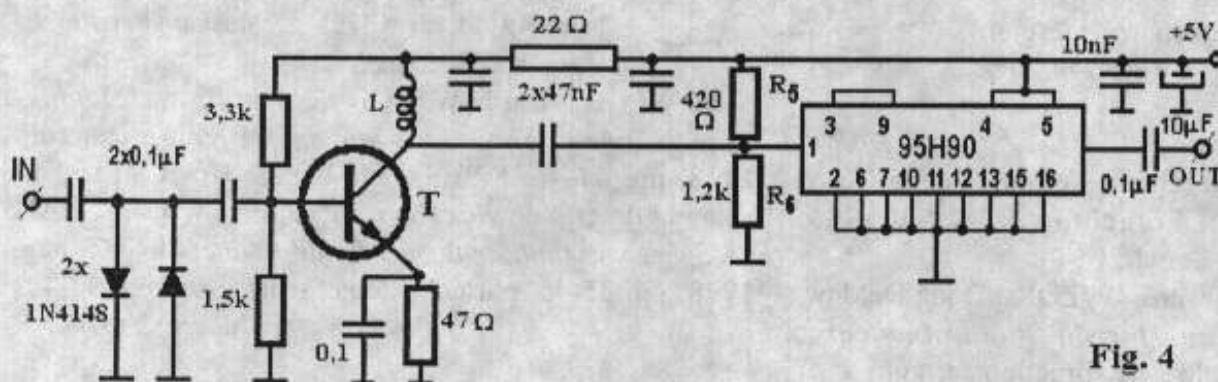

Fig. 4
Fig. 3 Un atenuator cu priză care permite măsurarea unor semnale mai puternice. Pentru comentarii suplimentare asupra condensatorului C, a se vedea referirile din text și din Fig. 4. J1, J2 sunt conectoroare N, J3 este un conector BNC. L1 este formată dintr-o bucată de alamă de  $25,4 \times 38,1$  mm, R1A, R1B, R1C sunt trei rezistoare de  $820\Omega$  și  $0,5W$ , iar R2 are  $51\Omega$  și  $0,25W$ . Toate aceste rezistoare sunt cu carbon.
**Fig. 4** Desenul atenuatorului cu 40dB arătat schematic în Fig. 3. Conductoarele centrale ale două conectoroare N (RF INPUT, RF OUTPUT) sunt conectate printr-o bucată de 25,4x38,1mm de tablă de alamă, cu colțurile tăiate pentru a se incadra într-o carcă din aluminiu turnat Hammond 1590A. C1 este realizat dintr-o bucată de sirmă izolată de conexiune de 0,65mm și se extinde cca 15mm de la marginea placii. Cea mai mare parte a lungimii sale se află de-a lungul corpului celor două rezistoare.
aparatu de măsură de mai sus. R2 este montată în paralel pe ieșire, asigurind o impedanță de ieșire de  $50\Omega$ . Prin alegerea corectă a valorii lui R1 (atenuarea) se poate adapta astfel nivelul de putere dorit la intrarea aparatului. Atenuatorul extinde domeniul de măsură al aparatului de la cei  $+10\text{dBm}$  nominali la  $-50\text{dBm}$ , adică 100W. Puterea disipată devine importantă atunci cind se vehiculează astfel de puteri de emisie, de aceea R1 este construită din trei rezistoare cu carbon de 0,5W, conectate în serie. Atenuatorul a fost construit cu J1 și J2 conectate la linia de transmisie formată din placa metalică, după cum se poate vedea în Fig. 4, în Foto1 și în Foto2. Reglajul a fost făcut cu un analizor de rețea (network analyzer) HP-8714B. Acesta a fost necesar pentru stabilirea valorii condensatorului C pentru a obține o caracteristică de atenuare constantă (în limitele a 0,1dB) în domeniul de frecvențe de pînă la 500MHz. După această reglaj atenuatorul este suficient de precis pentru a fi utilizat și pentru un analizor de spectru sau un wattmetru de laborator. Nu se poate obține o precizie a atenuării atât de bună fără un reglaj pe un analizor de rețea. Totuși, dacă se realizează atenuatorul strict după indicațiile din Fig. 4, se poate spera în obținerea unei precizii care se incadrează în limitele a 1dB. Atenuarea în joasă frecvență este dictată doar de rezistoare, deci poate fi măsurată cu un ohmetru de curent continuu obișnuit. Dacă se limitează gama de frecvență la 150MHz, se pot utiliza conectorare BNC în locul conectoroarelor N. Atenuatorul este realizat într-o cutie metalică Hammond 1590A.
**A. Utilizarea circuitului integrat 95H90** – divizor cu 10. Circuitul este realizat după tehnologia ECL și are o frecvență de lucru de 10 ori mai mare decât a circuitelor TTL (250 – 300MHz) dar consumă un curent de circa 100 mA. Frecvențmetrul prezentat utilizează pe placă de divizoare circuitul 95H90. Schema electrică este prezentată în fig.4 și în fig.9 este prezentat cablajul.